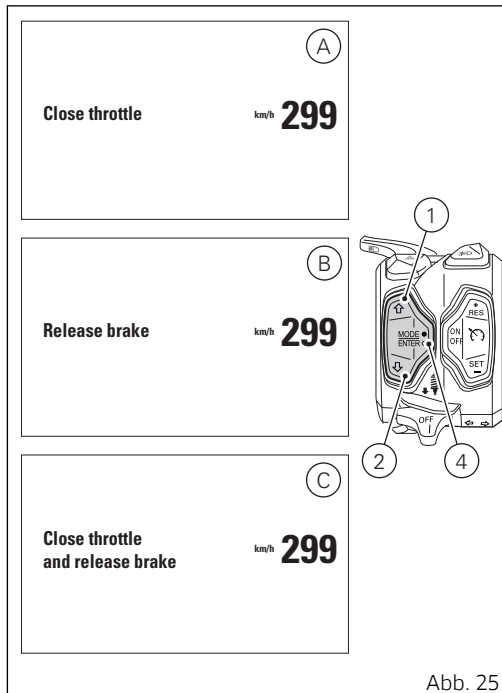

Abb. 25
- wenn die Gassteuerung „offen“ ist, aktiviert das Cockpit die Angabe „CLOSE THROTTLE“ (A, Abb. 25). Nur wenn die Gassteuerung „geschlossen“ ist, wird der neue, eventuell gewählte Riding Mode bestätigt und gespeichert und wieder auf die „Standard-Anzeige“ umgeschaltet;
- wenn die Gassteuerung „geschlossen“ ist, doch die Bremsen betätigt sind, aktiviert das Cockpit die Angabe „RELEASE BRAKES“ (B, Abb. 25). Nur wenn die Bremsen gelöst werden, wird der neue, eventuell gewählte Riding Mode bestätigt und gespeichert und wieder auf die „Standard-Anzeige“ umgeschaltet;
- ist die Gassteuerung „offen“ oder resultieren die Bremsen als betätigt und bewegt sich das Fahrzeug, wird im Cockpit die Angabe „CLOSE THROTTLE AND RELEASE BRAKES“ (C, Abb. 25) aktiviert und erst wenn alle Bedingungen gegeben sind (Gassteuerung geschlossen und Bremsen zurückgelassen oder stehendes Fahrzeug) wird der neue, eventuell gewählte Riding Mode bestätigt und gespeichert, dann wieder auf die Standard-Anzeige umgeschaltet.